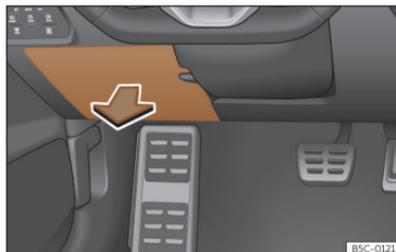

Fig. 203 En el tablero de instrumentos del lado del conductor: tapa de la caja de fusibles.
- **Abrir:** abata la cubierta hacia abajo >>> **fig. 203.**